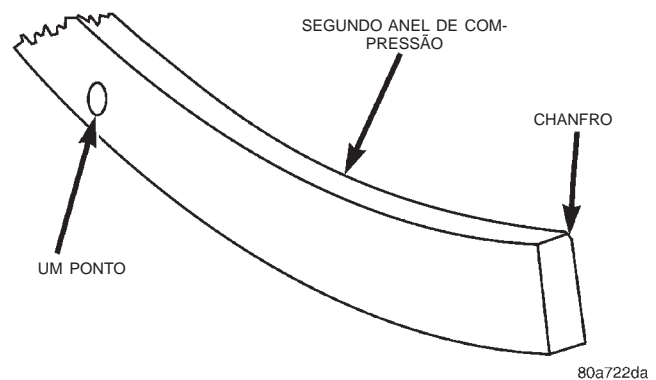
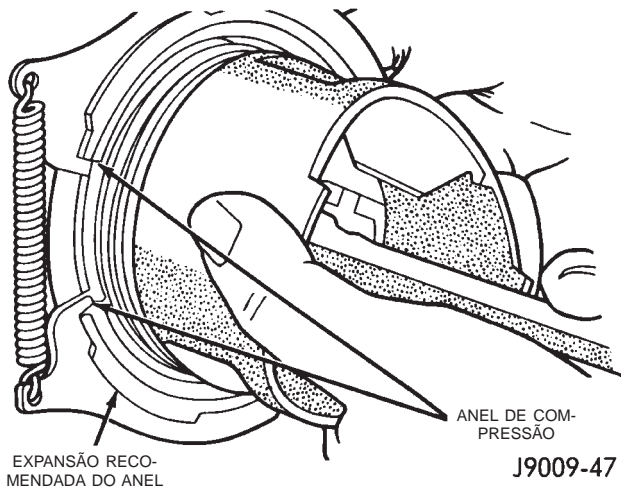

Fig. 12 Identificação do Segundo Anel de Compressão
Fig. 14 Instalação do Anel de Compressão
(7) O segundo anel de compressão tem uma pequena chanfradura na parte inferior da extremidade interna e um ponto na parte superior para a instalação correta (Fig. 12).
(8) Usando um instalador de anel, instale o segundo anel de compressão com o ponto virado para cima (Fig. 12) (Fig. 14).
(9) Usando um instalador de anel, instale o anel de compressão superior (qualquer lado para cima).